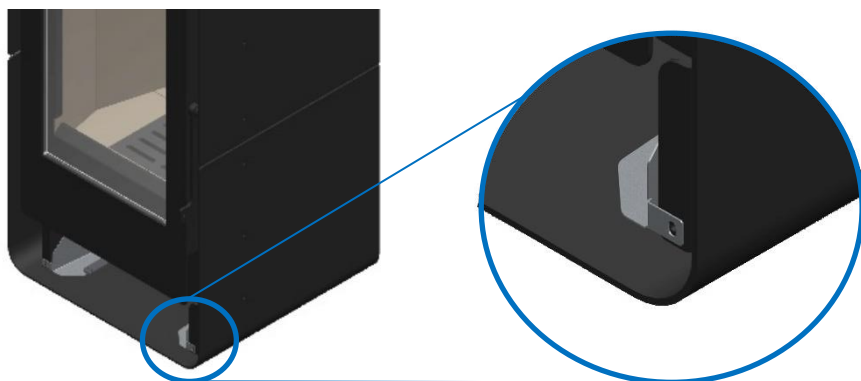

Figure 49 - Fixation du kit de ventilation au poêle Tek Round Eco
* Ensuite, placez le kit de ventilation dans l'équipement en faisant coïncider le trou de celui-ci avec celui du poêle, Figure 49;